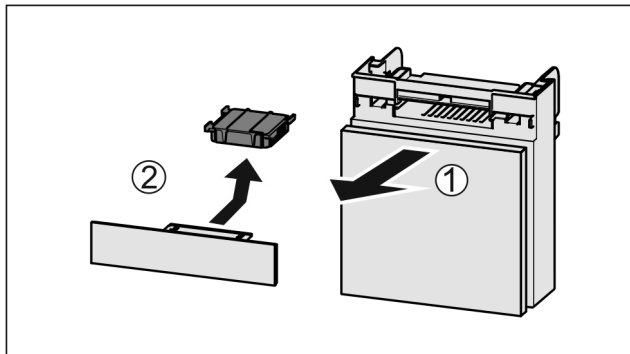

Fig. 101
- Estrarre il vano tirando in avanti Fig. 101 (1).
- Rimuovere il filtro a carboni attivi Fig. 101 (2).